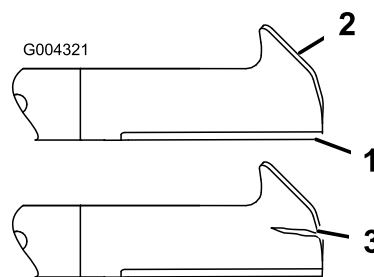

Figure 46
1. Examinez le tranchant des lames (Figure 46). Si elles ne sont pas tranchantes ou si elles présentent des indentations, déposez et affûtez les lames (voir Affûtage des lames).
2. Inspectez les lames, surtout la partie incurvée (Figure 46). Remplacez immédiatement toute lame endommagée, usée ou qui présente une entaille (repère 3 de la Figure 46).